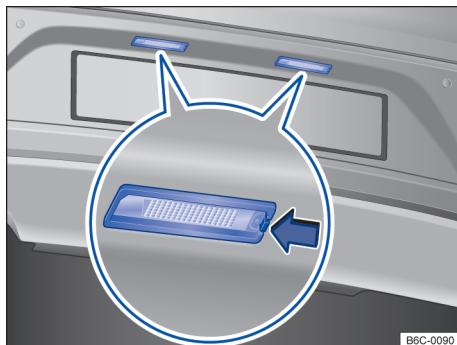

Fig. 163 No para-choque traseiro: lanterna da placa de licença.
- ① Observar a lista de controle e executar as ações → Página 209.
- ② Com o auxílio de uma chave de fenda, pressionar a trava → Fig. 163 (seta) para remover o conjunto.